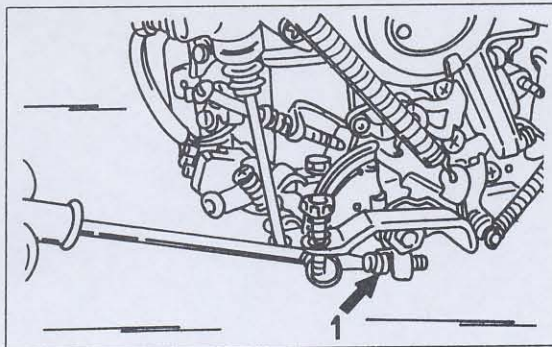

Bild 178
- Falls dies nicht der Fall ist, die in Bild 178 gezeigte Schraube verdrehen. Durch Rechtsdrehung wird die Drehzahl erhöht, durch Linksdrehung verringert. Bei Fahrzeugen in der Schweiz ist diese Schraube mit Schellack gesichert (ab ca. Dezember 1988). Falls man sie verstellt, muss sie wieder gesichert werden.